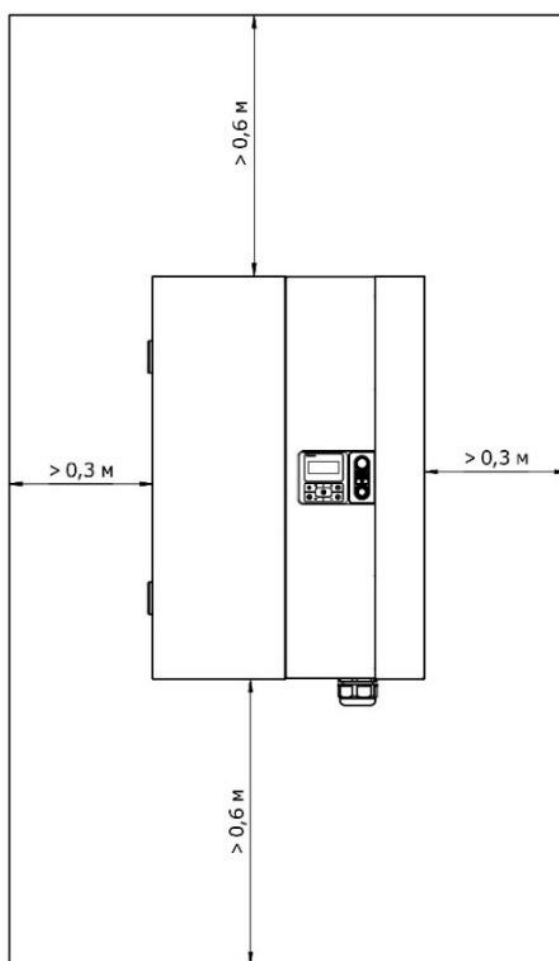

Рис. 4
6.4. При монтаже электродкотла для удобства эксплуатации, сервисного обслуживания, а также работы системы охлаждения, необходимо выдерживать минимальные расстояния до стен, пола и потолка, указанных на планировке местоположения трубопроводов и компонентов обвязки (циркуляционный насос, фильтр и т.п.) должна быть предусмотрена возможность демонтажа блока ТЭНов из бака электродкотла (см. рис. 4).